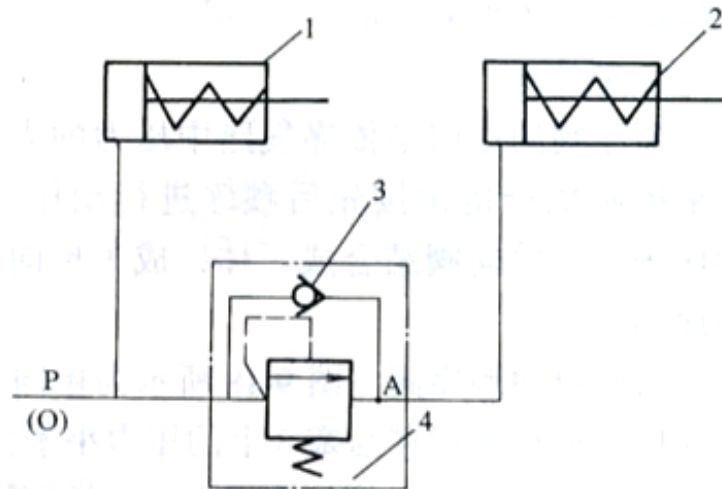

图 9-20 顺序阀应用回路
(2) 顺序阀的应用
- 图9-20所示为用顺序阀控制两个气缸顺序动作的原理图。